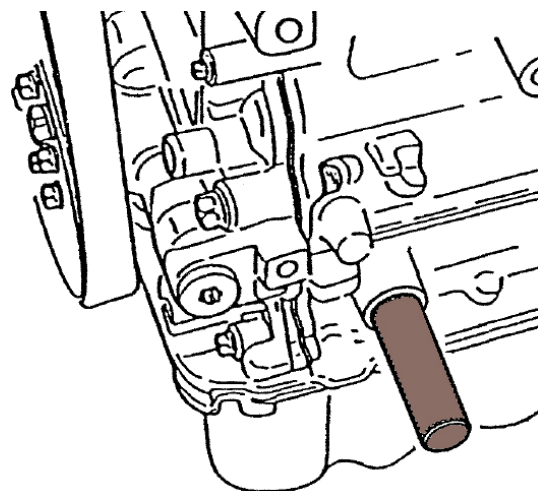

Fig.1
- 3- Retire o bujão de acesso da cambota e insira o pino de bloqueio da cambota. (Fig.1)